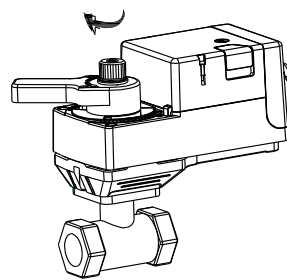

图 6
- 如图 6，旋上螺帽，手动拧紧即可，即完成球阀执行器与阀体的连接。